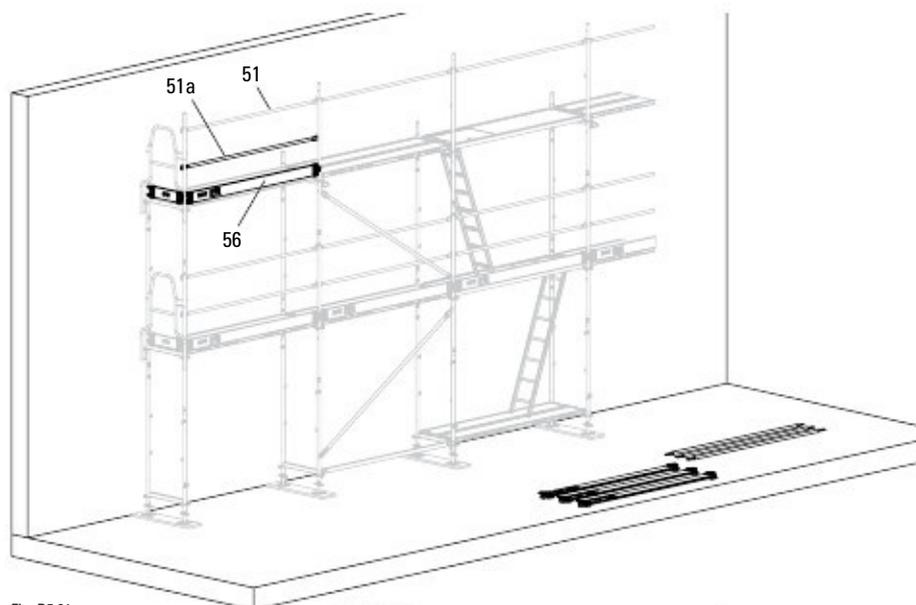

Fig. B5.01
1. Демонтирайте ограничителя UPF (56) и междинния парапет (51a). Най-горните парапети EPG (51) остават като защита срещу падане. (Fig. B5.01)